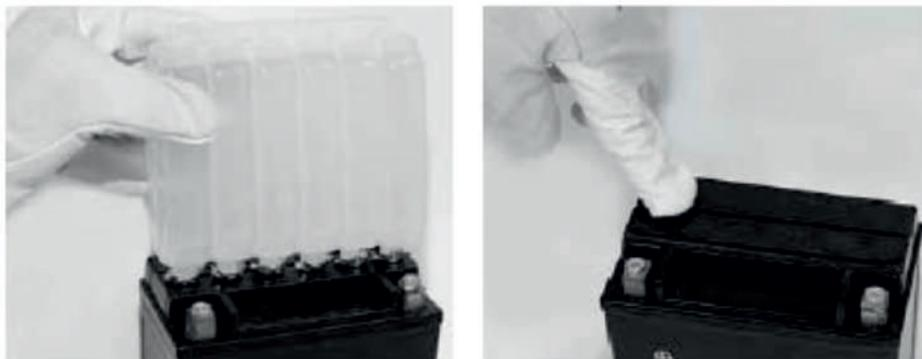

Рис. 10
- Снять с аккумуляторной батареи защитную пластину (рис. 10)